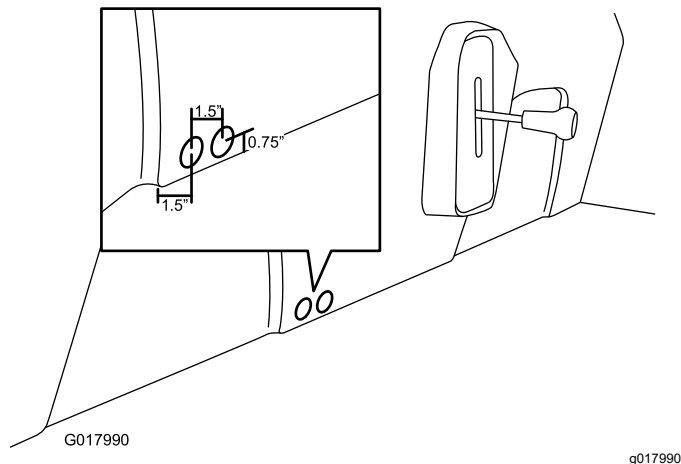

Figura 31
1. Contrassegnete e praticate 2 fori nella base del sedile utilizzando una sega a tazza (1"), come illustrato nella Figura 31.